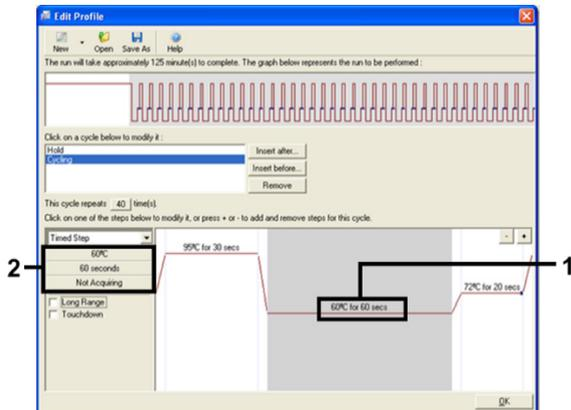

Abbildung 7. Zyklusschritt bei 60 °C.
9. Markieren Sie den zweiten Schritt und stellen Sie diesen auf 60 Sek. bei 60 °C ein. Klicken Sie auf Not Acquiring (Keine Erfassung), um die Datenerfassung für diesen Schritt zu aktivieren. (Abbildung 7).